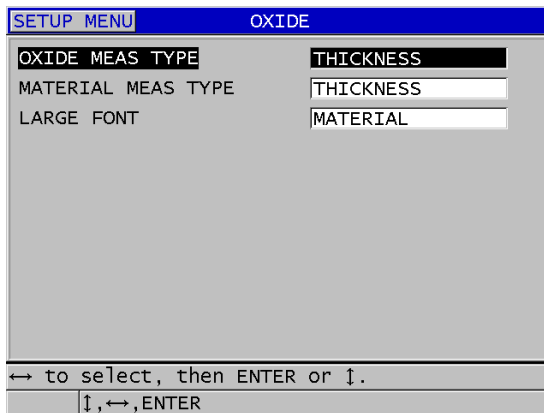

図 7-2 酸化スケール画面
9. 酸化スケール画面 (112 ページの図 7-2) で、以下の操作を行います。